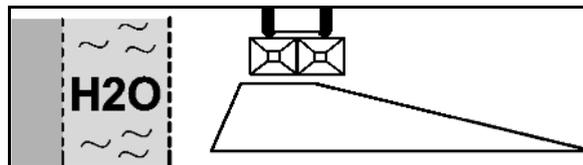

Fig. 47
2. Grabenstreuen nach Düngeverordnung (Fig. 47):